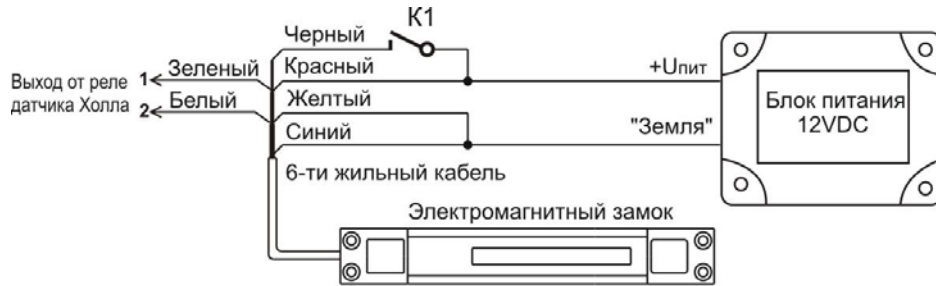
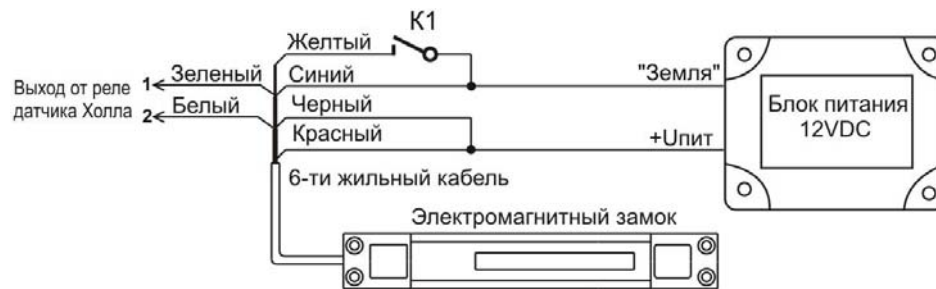

Рис. 7
Рис. 8
- 6.7 Схема подключения ЗАМКА при управлении по “+12В” показана на рис. 7. Схема подключения ЗАМКА при управлении по “земле” показана на рис. 8. При замыкании контакта управления замком К1 ЗАМОК разблокируется.
- 6.4 Выводы 1 и 2 (рис. 7, 8) соединительного кабеля являются нормально-разомкнутыми «сухими» контактами герконового реле датчика срабатывания замка. Выводы 1, 2 замкнуты, если ЗАМОК заблокирован и разомкнуты, если – разблокирован. Допустимый ток коммутации через эти выводы не должен превышать 500 мА при напряжении не более 200 В.
- 6.5 В целях повышения помехоустойчивости системы рекомендуется подключать выводы 1 и 2 (рис. 7, 8) к системе контроля доступа отдельным двухпроводным кабелем.